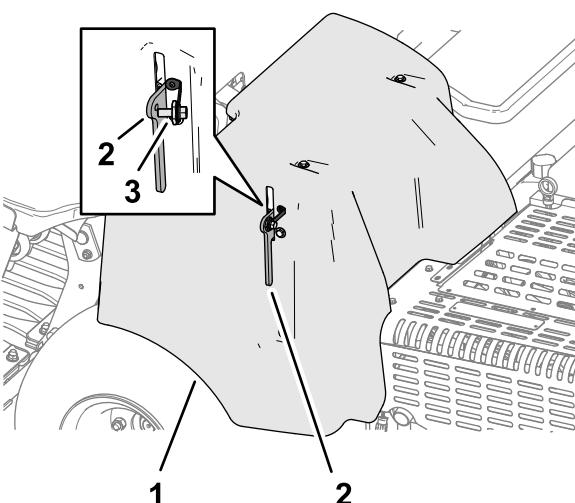

Figura 147
4. Se la macchina presenta un cordino di fissaggio del copricinghia CE, avvitiate il bullone del cordino nel foro del copricinghia e serrate il bullone (Figura 147).